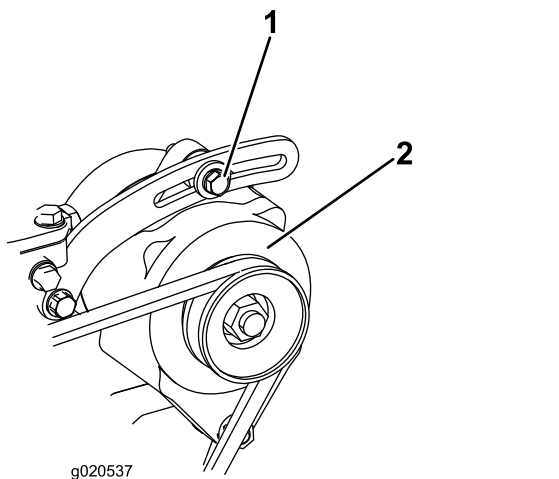

Figura 89
1. Se a deslocação obtida não for igual a 10 mm, deve desapertar os parafusos de montagem do alternador (Figura 89).